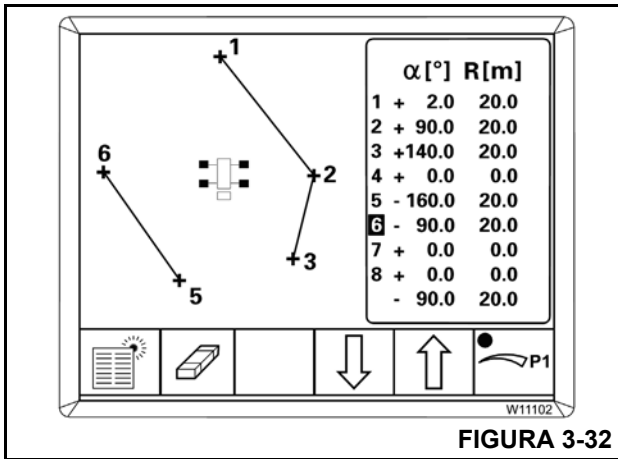

FIGURA 3-32
1. Exclua o ponto subsequente, por exemplo, ponto (4) (Figura 3-32), dados de ponto 0.0; consulte *Exclusão de pontos*.
2. Insira o próximo ponto, por exemplo, ponto (5) a -160° e 20 m.